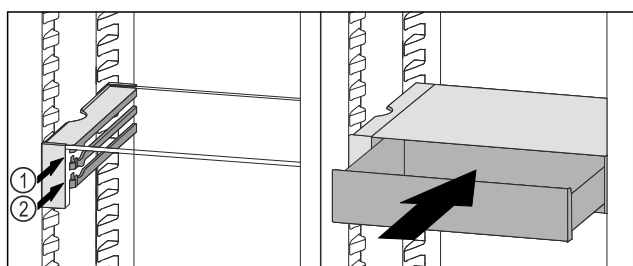

Fig. 96
- VarioSafe-Schubfach hinter den Stoppern auf gewünschter Rippe Fig. 96 (1) oder Fig. 96 (2) aufsetzen.